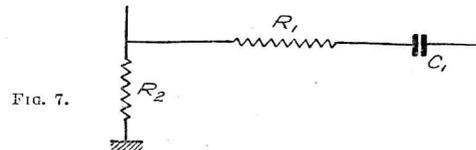

FIG. 7.
b) soit en plaçant un condensateur approprié en série avec R_1 (fig. 7).